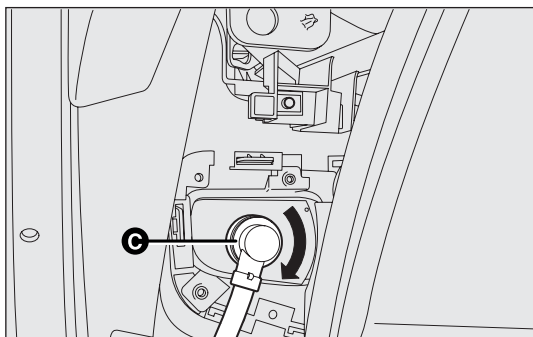

fig. 141
- ❑ rimuovere il coperchio portalampada C-fig. 141 ruotando in senso antiorario;
- ❑ rimontare il coperchio/portalampada C-fig. 141 ruotando in senso orario assicurandosi del corretto bloccaggio;